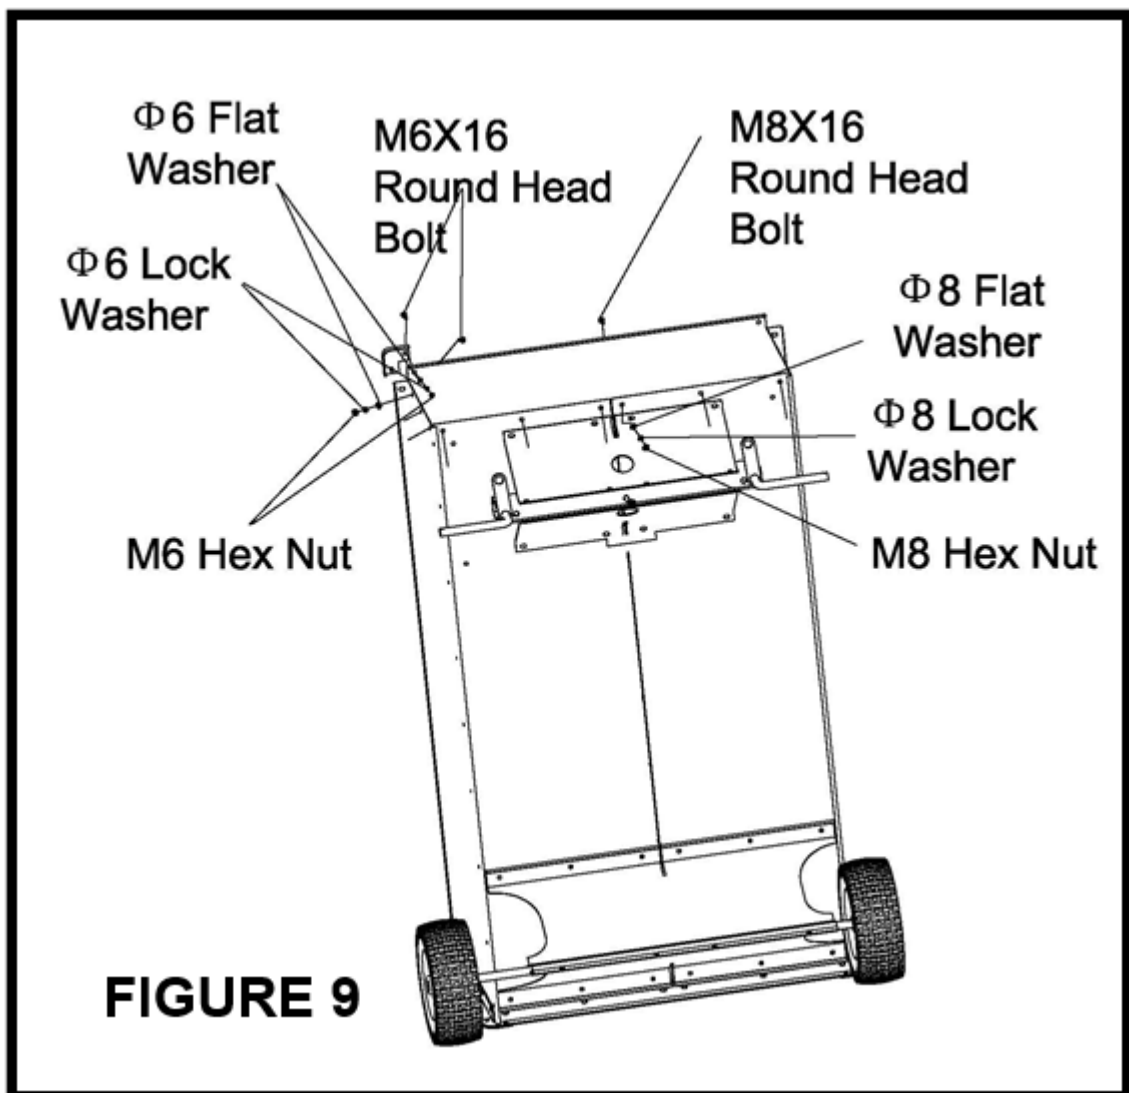

Abbildung 9
22. Verbinden Sie die Frontplatte mit der Bodenplatte mit sechs M8X16 Rundschrauben, Ø8 Sicherungsscheiben, Ø8 Unterlegscheiben und M8 Sechskantmuttern. Verbinden Sie anschließend die Frontplatte mit der Seitenplatte mit sechs M6X16 Rundkopfschrauben, Ø6 Sicherungsscheiben, Ø6 Unterlegscheiben und M6 Sechskantmuttern. Siehe **Abbildung 9**.
23. Befestigen Sie zwei Schutzecken an der Vorderseite des Wagens mit vier M6X16 Rundkopfschrauben, Ø6 Sicherungsscheiben, Ø6 Unterlegscheiben und M6 Sechskantmutter. Ziehen Sie alles fest an. Siehe **Abbildung 9**.